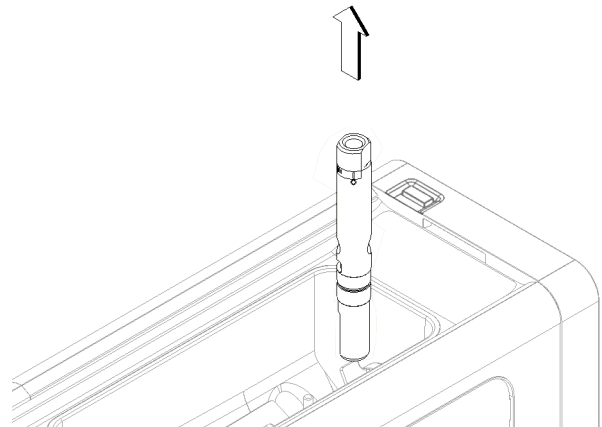
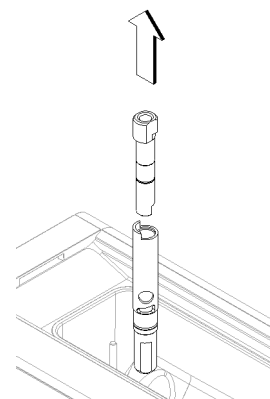

Bild 19
Bild 20
- 5 Das Mischrohr entnehmen und zerlegen (Bild 19) und (Bild 20).